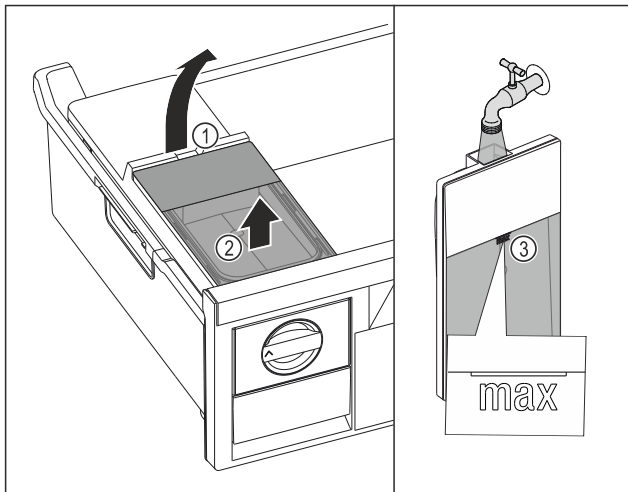

Fig. 79
- Sollevare il serbatoio dell'acqua dalla cavità Fig. 79 (1).
- Rimuovere il serbatoio dell'acqua estraendolo verso l'alto. Fig. 79 (2)
- Riempire il serbatoio dell'acqua con acqua potabile fino al contrassegno Fig. 79 (3).